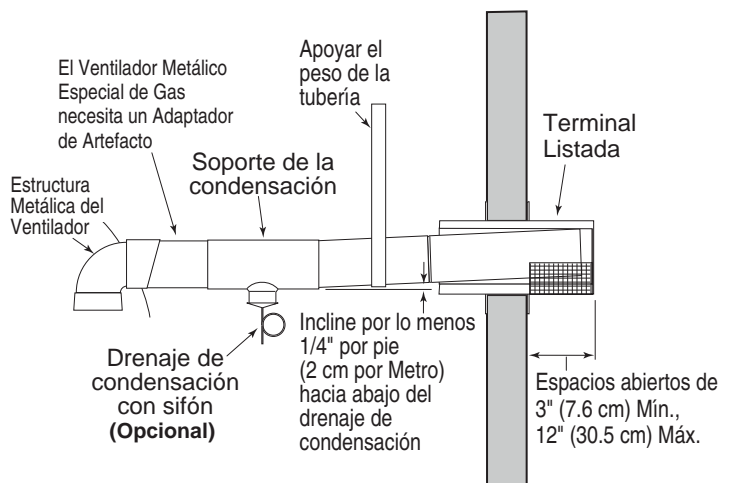

Figura 19.
- Por lo menos a .076 metros y como mucho a .305 metros fuera de la pared (ver Figura 19), siguiendo las instrucciones del fabricante del ventilador